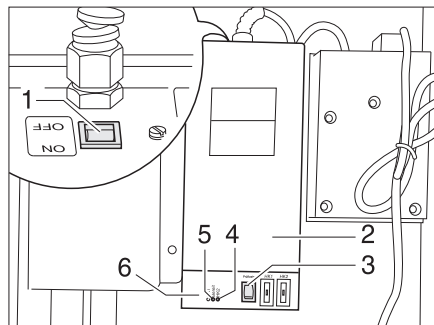

Bild 119 Transformator med regulator
Transformatorn 230 V AC/12 V DC (Bild 119,2) är beroende på modell monterad i klädskaftet eller i den främre bänken på sittgruppen.
- Kontrolllampan (Bild 119,5) lyser grönt: Regleringen aktiv
- Kontrolllamporna (Bild 119,4 och 6) lyser rött: Avloppsledningarna värms upp
I huset sitter en återfjädrande kontrollknapp (Bild 119,3) med vilken regulatorn kan tas i drift under en kort tid. Genom att trycka på den återfjädrande kontrollknappen låter sig uppvärmningen testas, även när omgivningstemperaturen ligger över 5 °C.
- Ställ brytaren (Bild 119,1) på transformatorn (Bild 119,2) på "ON".
- Ställ brytaren (Bild 119,1) på transformatorn (Bild 119,2) på "OFF".